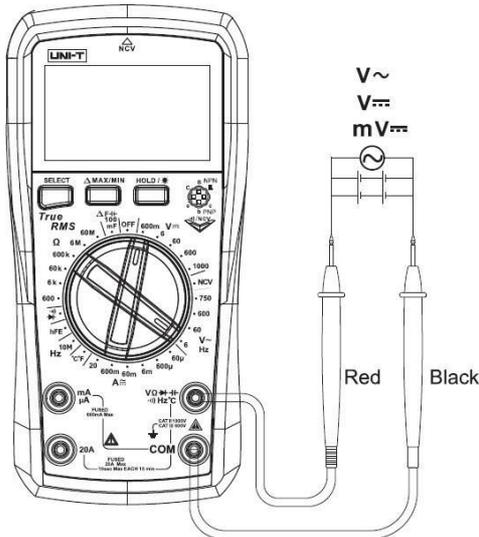

Рисунок 2 Внимание:
1. Измерение переменного и постоянного напряжения (Рисунок 2)